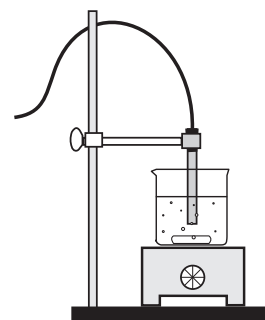

figura 1
3. Conectați senzorul de salinitate la interfața de achiziție de date. Sprijiniți sonda senzorului de salinitate cu o clemă care este montată pe o bază și pe tijă de sprijin (vezi Figura 1). Așezați placa fierbinte cu agitator magnetic sub vârful sondei.